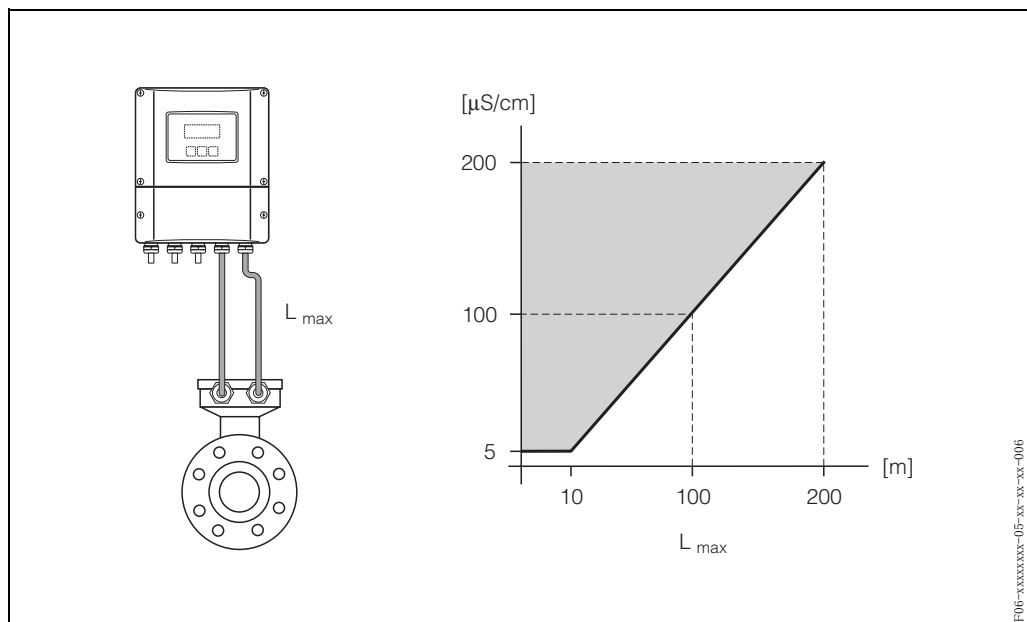

図 17：分離型変換器の許容ケーブル長
- 最大ケーブル長（ L_{max} ）は流体の導電率に依存します（図 17）。